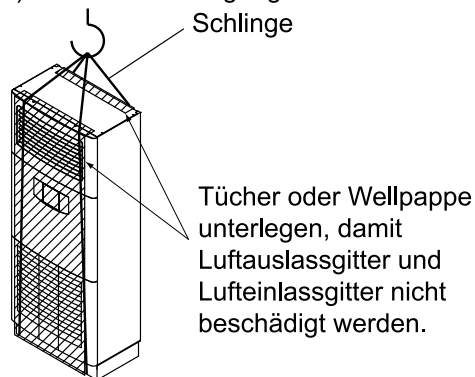

Abb. 1
- Wenn das Gerät zum Anheben aufgehängt wird, verwenden Sie eine Seilschlinge aus weichem Material, wie unten gezeigt. **(Siehe Abb. 1)**
(1) Horizontale Aufhängung
(2) Vertikale Aufhängung